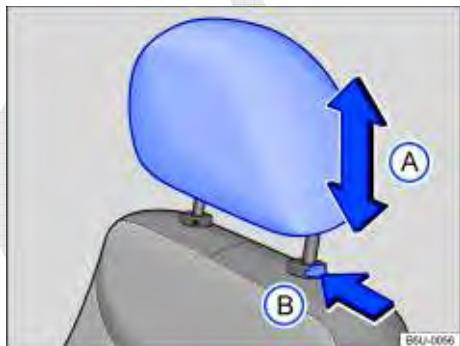

Fig. 39 Ajustar o apoio para cabeça dianteiro.
- Empurrar o apoio para cabeça para cima ou para baixo na direção da seta ⇒ Fig. 39(A) ⇒ ▲.